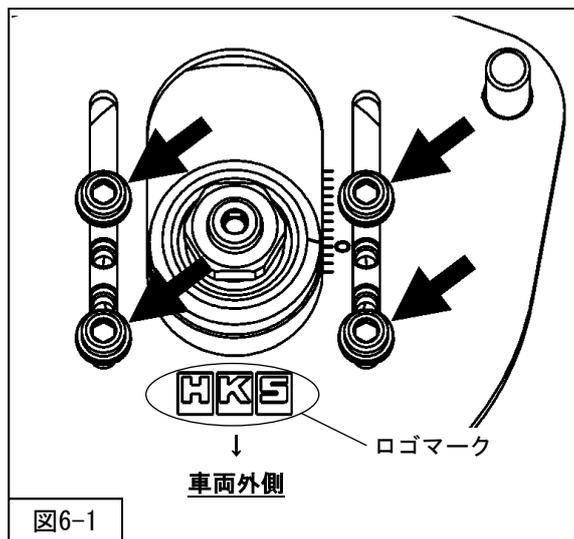

図6-1
2. キャンバー調整ボルト（4ヶ所）をゆるめてください。（図6-1矢印部分）